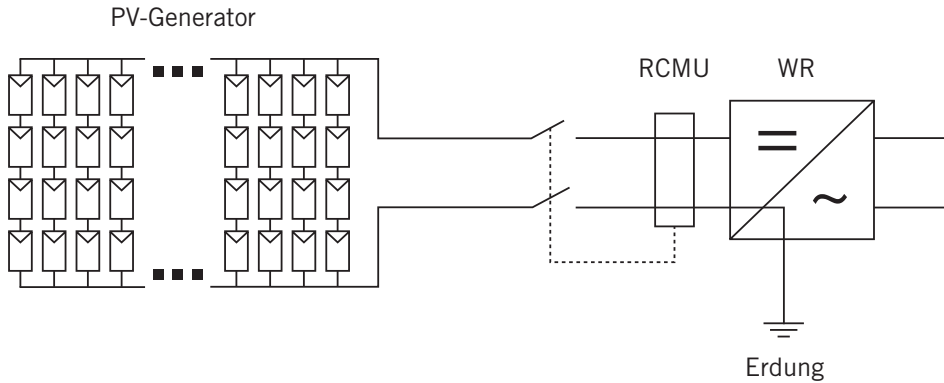

Abbildung 10: Trennung der Generatorpole
- **Trennung der Generatorpole (Abbildung 10):** Ist die Erdverbindung innerhalb des Wechselrichters ausgeführt (Erdungskit), müssen im Fehlerfall mithilfe von DC-Schützen die Generatoranschlüsse getrennt werden. Diese Form der Erdschlussüberwachung ist generell bei allen galvanisch getrennten Systemen einsetzbar, wird jedoch aus Kostengründen erst beim Einsatz von Zentralwechselrichtern praktikabel sein. Ebenso ist hier eine direkte Erdung möglich, wenn durch eine geeignete Schaltung die Ausgleichsströme zur Erde überwacht und auf ungefährliche Werte (unter 30 mA) begrenzt werden können bzw. sichergestellt sind. In verschiedenen Ländern ist es notwendig im Erdschlussfall den Wechselrichter auch AC-seitig vom Netz zu trennen. Auch dies kann durch die RCMU leicht realisiert werden.